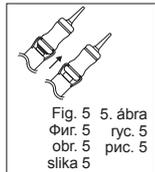

Fig. 5. 5. ábra
- b) Нажмите два раза на рукоятку, чтобы зафиксировать капсулу (рис. 5). Чтобы придать носику капсулы правильное положение, поверните пальцами тело капсулы.
b) Нажмите два раза на рукоятку, чтобы зафиксировать капсулу (рис. 5). Чтобы придать носику капсулы правильное положение, поверните пальцами тело капсулы. При необходимости носик капсулы можно загнуть под нужным углом.
Фиг. 5. 5. рис. 5
obr. 5. 5. рис. 5